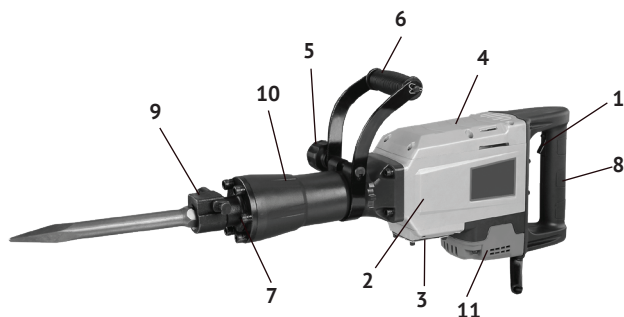

рис. 1
1.3 Основные узлы молотка (двигатель, редуктор и ударный механизм) расположены в металлическом корпусе (рис.1 поз.2) закрытом крышкой (рис.1 поз.4).
Крутящий момент с якоря электродвигателя, расположенного вертикально, через систему шестерён, передаётся на кривошипно-шатунный механизм. Кривошипно-шатунный механизм приводит в действие ударный узел молотка. В зависимости от вида выполняемой работы, в патрон вставляется необходимая насадка (пика, долото) с соответствующим хвостовиком. Дополнительная рукоятка (рис.1 поз.6) хомутом крепится на цилиндрической части корпуса цилиндра (рис.1 поз.10). Фиксируется рукоятка гайкой (рис.1 поз.5), в любом положении (от 0° до 360°), что удобно пользователю, как «правше», так и «левше».
1.4 Клавиша выключателя (рис.1 поз.1) расположена в передней части рукоятки (рис.1 поз.8), крепящейся к корпусу молотка (рис.1 поз.2).
фиксируется в положении «включено» кнопкой (рис.1 поз.12).
Снизу, на корпусе молотка расположено окно смазки редуктора, закрытое крышкой (рис.1 поз.3). Перед каждым использованием инструмента отвернуть крышку, проверить наличие смазки кривошипно-шатунного механизма, при необходимости добавить из ёмкости, входящей в комплект.
Общий вид молотка представлен на рис. 1
2.2.1 Выбрать насадку, для предполагаемого вида работы и вставить её в патрон. Закрепить шестигранный хвостовик насадки пальцем фиксатора (рис.1 поз.9).
- вращением гайки-фиксатора (рис.1 поз.5), ослабить хомут рукоятки (рис.1 поз.6);
- установить хомут на цилиндрическую часть корпуса цилиндра (рис.1 поз.10);
- в положении «включено» клавиша фиксируется кнопкой (рис.1 поз.12);
3.2 Для замены щёток необходимо открутить крышку корпуса двигателя (рис.1 поз.11). Вынуть щётки из щёткодержателей и заменить их новыми. Щётки следует заменять парой для обеспечения равной степени их давления на коллектор якоря.